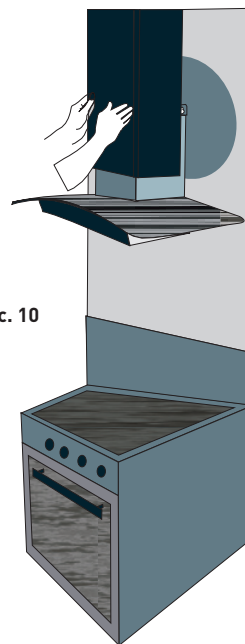

Рис. 10
9. Поместите внутренний декоративный короб в наружный. Установите наружный короб на корпус вытяжки и закрепите его винтами (Рис.10). Внутренний короб поднимите вверх до совмещения узлов крепления короба и планки и соедините их винтами (Рис. 11).